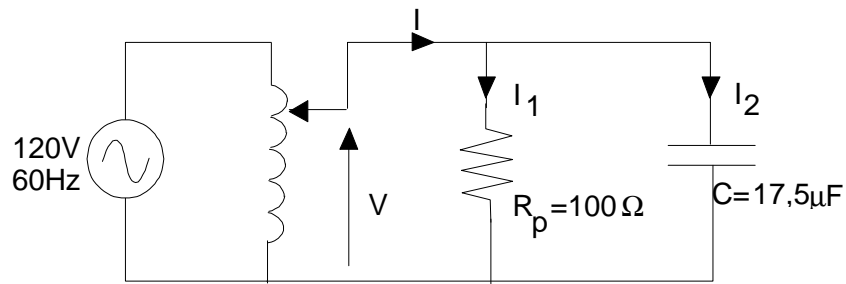

Figura 4.1
1. En el circuito mostrado en la figura 4.1, calcular los valores de tensión y corriente para una salida en el variac de 30V y 40 V respectivamente. Calcular para los dos casos el ángulo de desfase entre la corriente I y la tensión aplicada V . ¿Qué impedancia presenta el condensador C ? Exprese sus resultados en forma polar.
Armar el circuito de la figura 4.1. Como resistencia de 100Ω use un reóstato de 100Ω o uno de 330Ω ajustado en forma apropiada. Medir los valores de las corrientes del circuito para una tensión de salida en el variac de 30V y 40V . Observe si $\sum |\bar{I}_i| = |\bar{I}_t|$. ¿Qué concluye?. Por el método de las corrientes determine el valor de la impedancia de C a esa frecuencia.